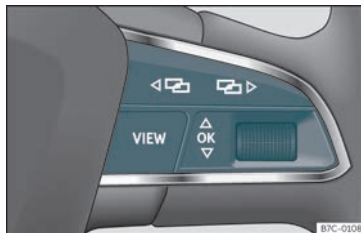

Fig. 62 Costat dret del volant multifunció: tecles per utilitzar els menús i les indicacions informatives del quadre d'instruments.
Mentre hi hagi un advertiment amb prioritat 1 >>> pàg. 72, no es podrà accedir a cap menú. Alguns advertiments es poden confirmar i amagar amb la tecla **OK** del volant multifunció >>> **fig. 62**.
- Si es mostra un missatge o el pictograma d'un vehicle, premeu la tecla **OK** >>> **fig. 62**; si cal, diverses vegades.
- Per canviar de menús utilitzeu les tecles **◀** o **▶** >>> **fig. 62**.
- Per obrir el menú o la indicació informativa que es mostri, premeu la tecla **OK** >>> **fig. 62** o espereu alguns segons fins que el menú o la indicació informativa s'obri automàticament.
- Al menú visualitzat, gireu-hi la rodeta dreta del volant multifunció >>> **fig. 62** fins que es marqui l'opció de menú desitjada. L'opció apareix emmarcada.
- Premeu la tecla **OK** >>> **fig. 62** per realitzar les modificacions desitjades. Una marca indica que la funció o el sistema en qüestió estan activats.
Premeu la tecla **◀** o **▶** >>> **fig. 62**.